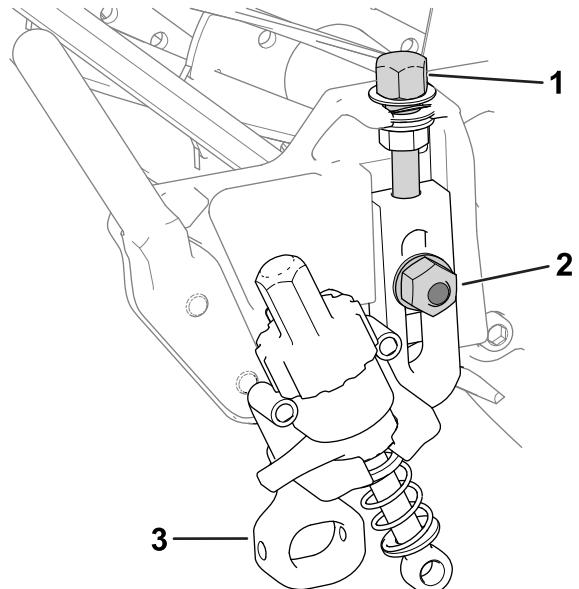

Figura 11
- Enrosque los tornillos de ajuste de la altura de corte que retiró anteriormente en la parte superior de los conjuntos de altura de corte (Figura 11).
- Instale los conjuntos de altura de corte en las placas laterales de la unidad de corte con los pernos avellanados, las tuercas con arandela prensada y las arandelas especiales que se retiraron anteriormente (Figura 11).